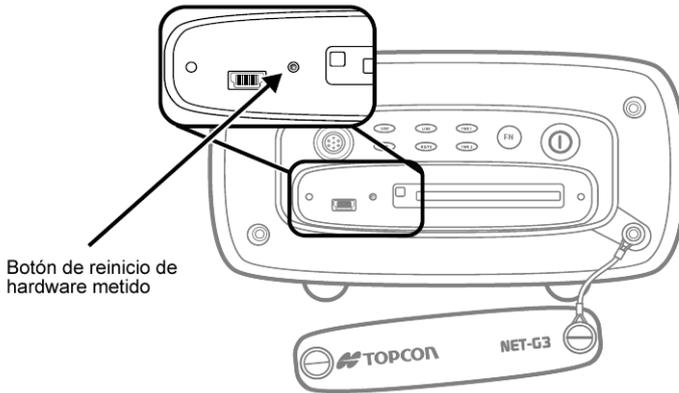

Figura 4-10. Reinicie el receptor
2. Inserte un clip de papel o cualquier punta lo bastante pequeña para que entre en el agujero de la clavija (Figura 4-10).